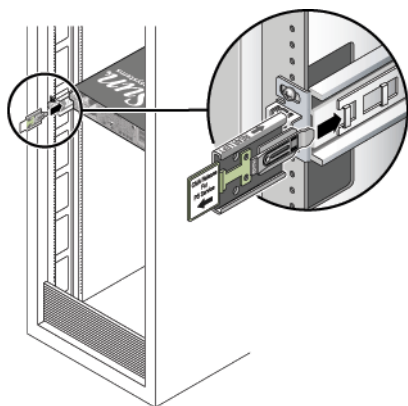

図 2-4 左側スライドレールの背面部分への CMA レール拡張部品の挿入
3. CMA レール拡張部品を取り出し、カチッという音を立てて所定の位置に固定されるまで、拡張部品を左側のスライドレールに差し込みます (図 2-4)。